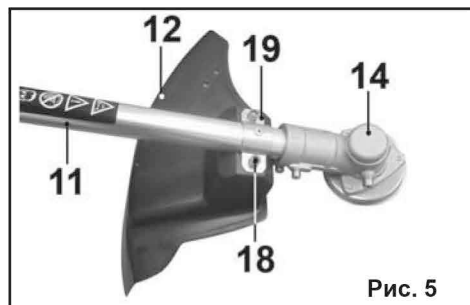

Рис. 5
7.2. Установка защитного кожуха (Рис.5)